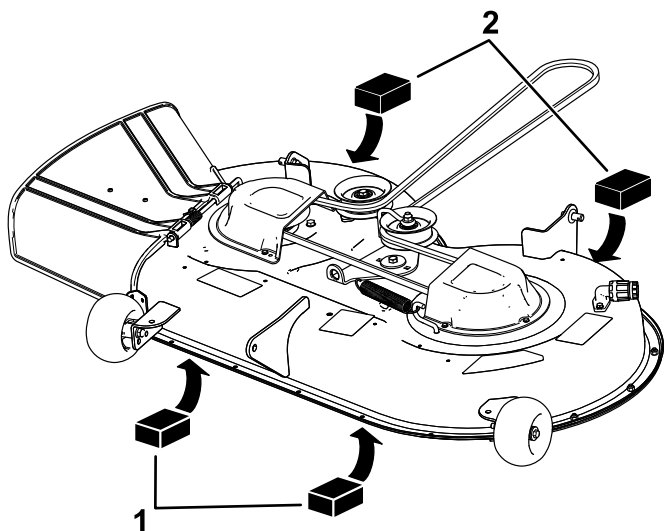

Figura 63
4. Coloque dos bloques de 6.6 cm (2⁵/₈" de grosor debajo de cada lado del borde delantero de la carcasa, pero no debajo de los soportes de los rodillos protectores del césped (Figura 63).
5. Coloque dos bloques de 7.3 cm (2⁷/₈" de grosor debajo del borde trasero del faldón de la carcasa de corte, uno en cada lado de la carcasa de corte (Figura 63).